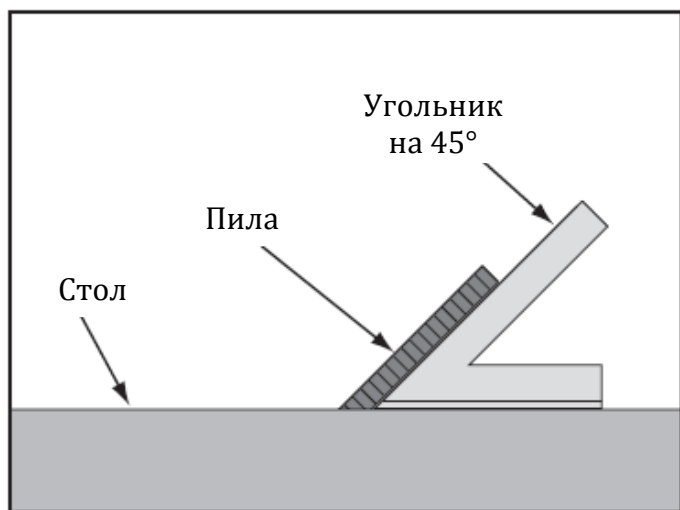

Рис. 65. Проверка наклона пилы на 45°
3. Поставить угольник на 45° к столу и пиле, так чтобы он соприкасался с пилой равномерно снизу доверху, как показано на рис. 65. Проверить, чтобы зубья пилы не препятствовали установке угольника.
6. Поставить угольник на 45° к пиле, как показано на рис. 65, затем производить регулировку пилы до тех пор, пока она не будет расположена под углом 45° столу.